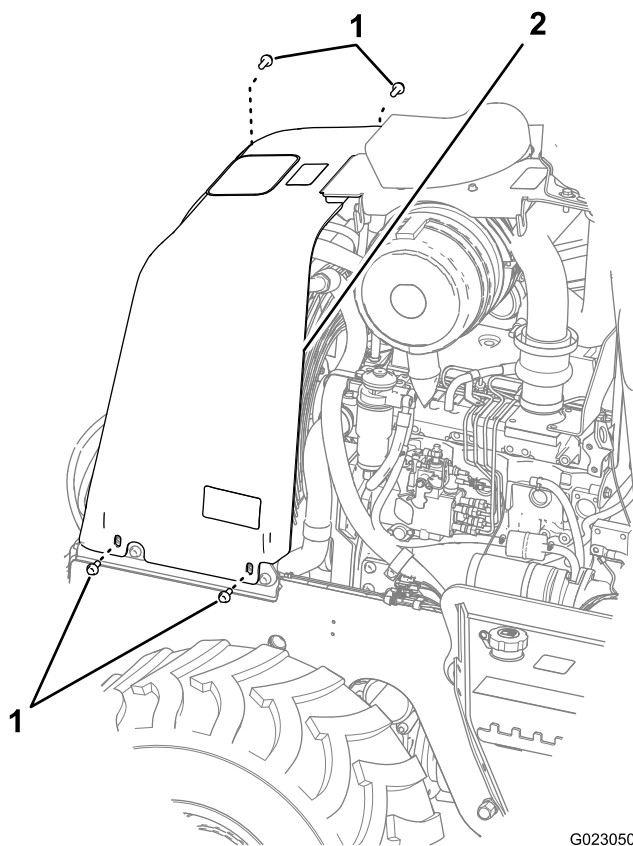

Figure 39
3. Retirez les 4 boulons au bas des côtés droit et gauche du panneau avant (Figure 39).